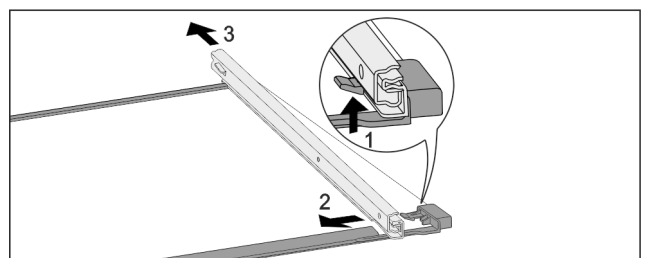

Fig. 122 带轨道的玻璃隔板
► 向上按前端的锁定钩。 Fig. 122 (1)
► 将牵伸轨推向一侧 Fig. 122 (2)，然后向后 Fig. 122 (3) 推。